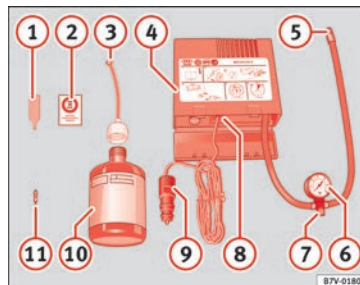

Fig. 97 Rappresentazione standard: contenuto del kit per la riparazione degli pneumatici.
Il kit per la riparazione degli pneumatici si trova nel sottofondo del bagagliaio. Include i seguenti componenti » **fig. 97**:
Riavvitare il tubo di gonfiaggio » fig. 97 ⑤ e controllare la pressione con il manometro ⑥.